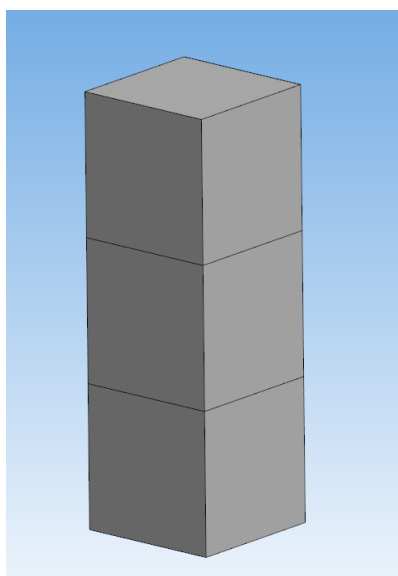

Рис. 35
1.3. Команде необходимо установить 3 заготовки тип №1 на любую позицию в зоне выгрузки, собрав фигуру данной формы (Рис. 35):